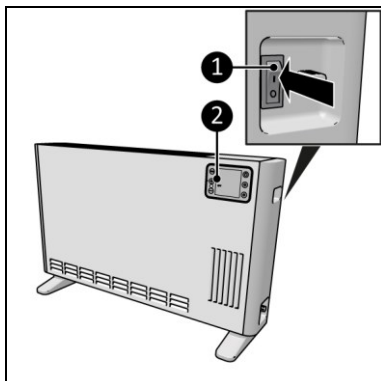

Figura 13
1. Puneți comutatorul ON / OFF în poziția ON (Figura 13, poz. 1).
2. Afișajul (Figura 13, poziția 2) va arăta OFF.